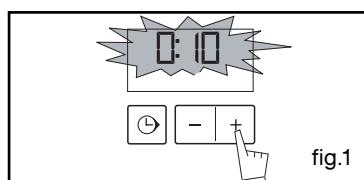

fig.1
- Regule e valide a hora do programador a 0h10 (fig. 1).